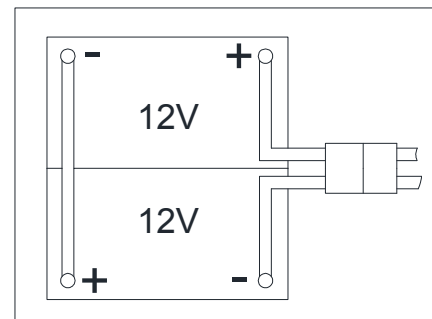

Abbildung 3
Die Maschine benötigt zwei 12 V Batterien, verbunden gemäß schematischer Darstellung (Abb. 3).
11. Öffnen Sie die Tankabdeckung der Rückführung (1) und überprüfen Sie, ob der Schmutzwasserbehälter (25) leer ist. Ansonsten entleeren Sie ihn über den Ablaufschlauch (22).
12. Schließen Sie die Tankabdeckung der Rückführung (1).
13. Drehen Sie den Schmutzwasserbehälter (25) vorsichtig um.
15. Verlegen und installieren Sie das Akkukabel wie in (Abb. 3) dargestellt und ziehen Sie dann die Muttern an jedem Akkustecker vorsichtig an.
16. Setzen Sie die Schutzkappe auf jeden Anschluss und verbinden Sie den Akkustecker (38).
17. Senken Sie vorsichtig den Schmutzwasserbehälter (25).